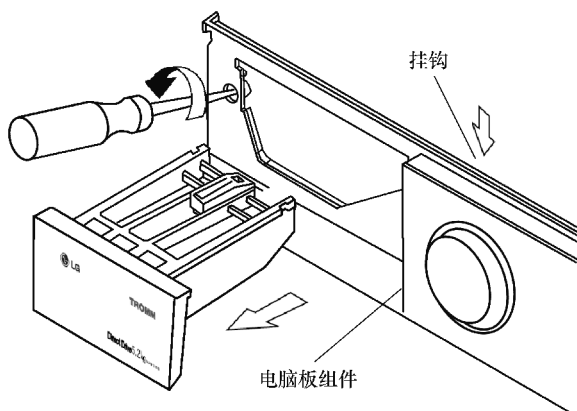

图 3-46 拆下控制板
1) 如图 3-46 所示, 拔下电脑板连接线, 然后拉出洗涤剂盒, 用十字螺钉旋具拆下两个螺钉, 再按下顶部的挂钩, 即可拆下控制面板。